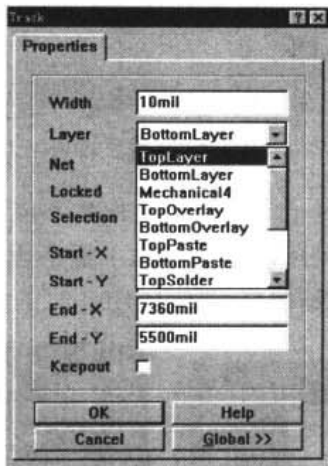

图 14-11 Track 属性设置对话框
- (1) 将光标移动到需要改变的导线上, 双击左键, 弹出图 14-11 所示的 Track 属性设置对话框; 在对话框中, 即可改变导线的宽度、导线所在的层、网络的属性等。